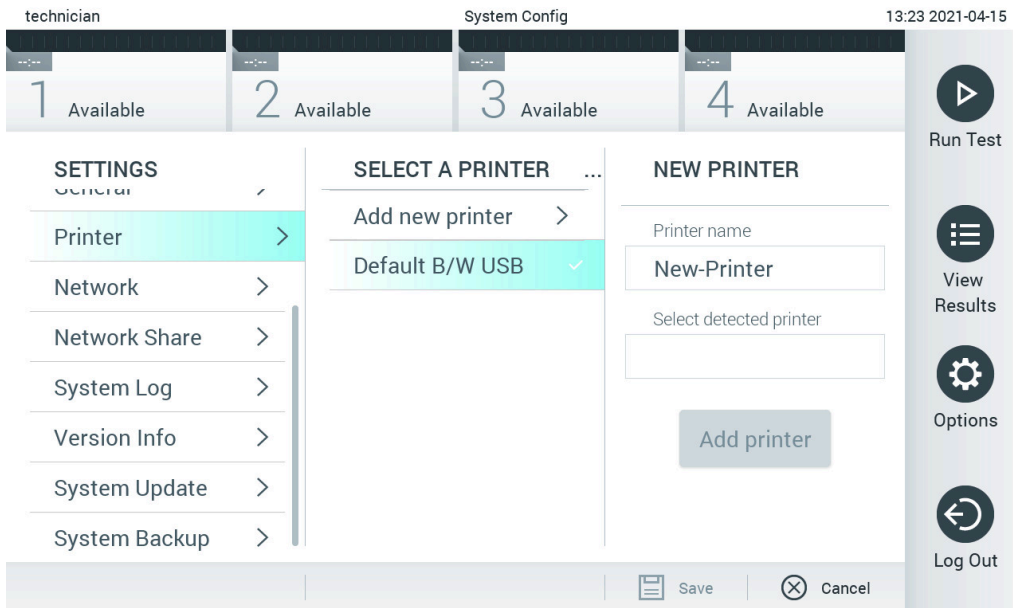

Рис. 101. Установлення принтера з установленням драйвера
5. Натисніть **Add Printer** (Додати принтер) (рис. 101).